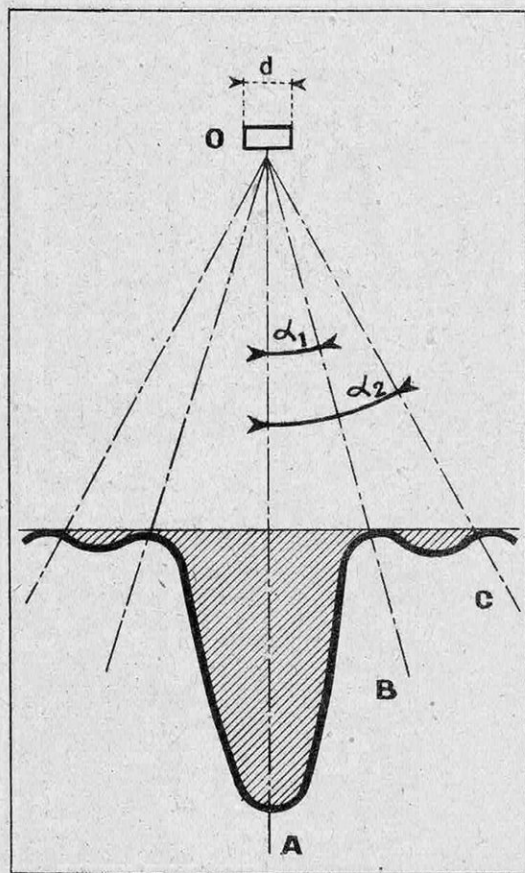

FIG. 5. — LA RÉPARTITION DE L'ÉNERGIE SONORE D'UNE SOURCE
Si, au contraire, le diamètre de la source est suffisamment grand devant la longueur d'onde (fig. 4), on voit qu'il existe des directions pour lesquelles les ondes sonores provenant de deux sources élémentaires,  $s_1$  et  $s_2$  par exemple, sont en opposition (décalage d'une demi-longueur d'onde, ou d'un nombre impair de demi-longueurs d'onde). Le calcul montre qu'en considérant simultanément tous les points de la source sonore ces interférences donnent des zones de silence dans des directions faisant des angles déterminés avec la normale à la source (1) et que les neuf dixièmes de l'énergie sonore sont inclus dans le cône de révolution délimité par la première nappe de ces directions (fig. 5).